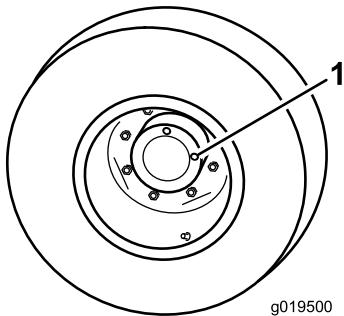

图 66
2. 将车轮放置为 1 个检查塞图 66 在 12 点钟位置另一个在 3 点钟位置。
3. 取出 3 点钟位置的检查塞 (图 66)。